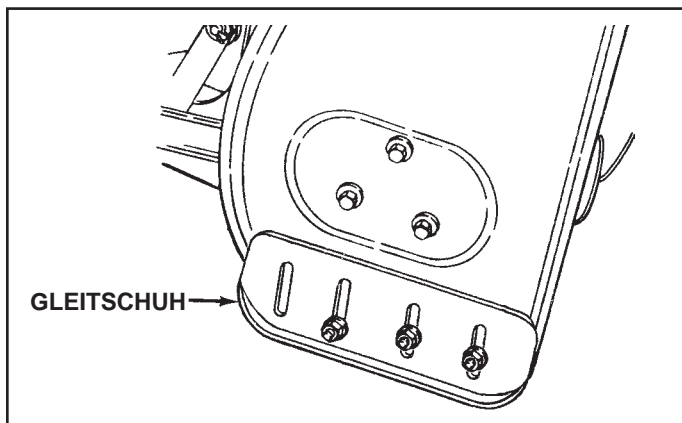

FIGURE 59
- Die Schneefräse vom Boden abheben und einen Klotz unter jedes Ende der Pflugplatte setzen. Die sechs Sechskantmuttern lösen, mit denen die Gleitschuhe am Gehäuse befestigt sind. Die Gleitschuhe nach oben oder unten justieren und die Muttern wieder sicher anziehen. Beide Gleitschuhe auf gleiche Höhe justieren, um das Gehäuse und die Pflugplatte parallel zu halten. Siehe Abbildung 59.